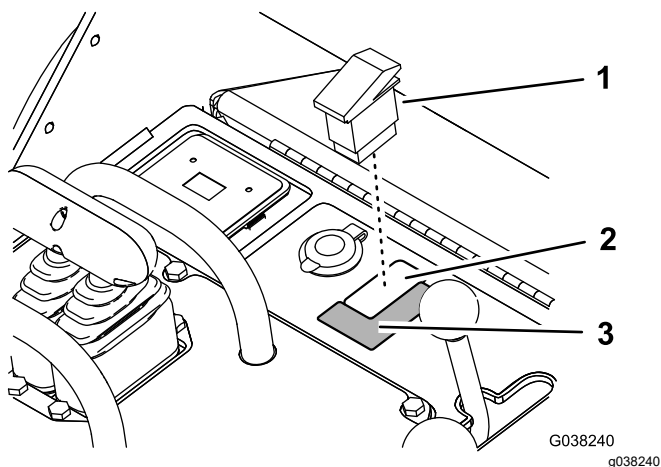

Figura 28
- 1. Retire el tapón de la consola e instale el interruptor (Figura 28).
2. Si la pegatina situada en la consola no muestra los símbolos de conejo y tortuga cerca del interruptor, coloque la pegatina del kit (Figura 28).